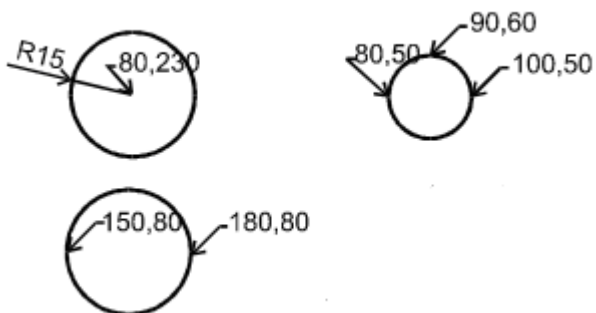
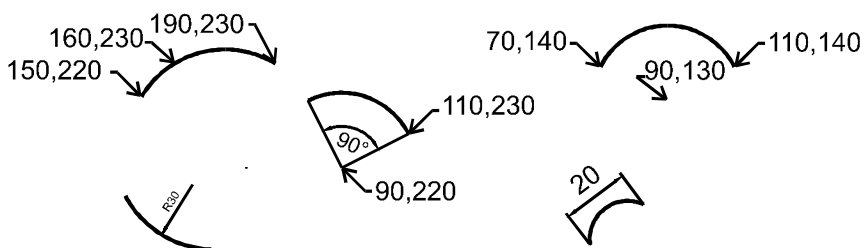

Рис. 8. Графическое задание №1. Построение окружности
Рис. 9. Графическое задание №2. Построение дуги
2. Выполнить все графические задания (рис. 8 – рис. 14).
Рис. 8 строится по точкам, рис. 9 строится методом «начальная, центр, угол», «центр, начальная, конечная», «начальная, конечная, радиус», «начальная, центр, хорда».